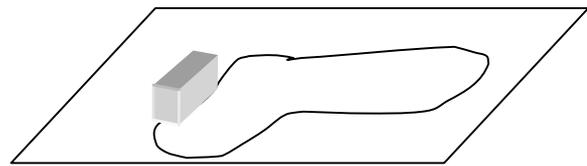

図1.1 ライントレーサ
(1) ライントレーサとは、図1.1のように平面上に引かれた線の上を自動追尾して移動する車輪駆動ロボットである。平面は白色、線は黒色。線幅 18mm 程度とする。この課題では2つのモータを左右に持ち、その回転数を制御して、進行方向を制御する車輪ロボットを製作する。